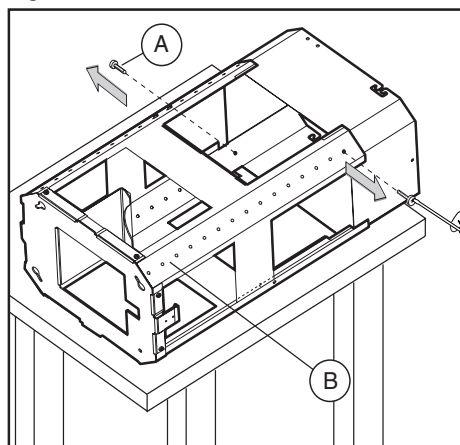

Fig.2
- Déballez la structure et enlevez les 2 vis **A** pour séparer la partie supérieure de la partie inférieure (fig.2).